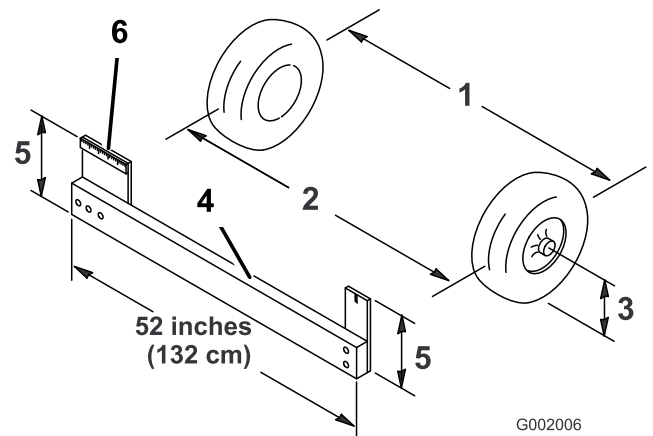

Figura 60
4. Meça a distância entre os pneus dianteiros à altura do eixo na zona dianteira e traseira dos pneus dianteiros (Figura 60). É preciso um objecto imóvel ou um medidor de alinhamento para a medição traseira dos pneus dianteiros à altura do eixo. Utilize o mesmo objecto ou medidor de alinhamento para obter uma medição precisa da dianteira dos pneus dianteiros à altura do eixo (Figura 60).